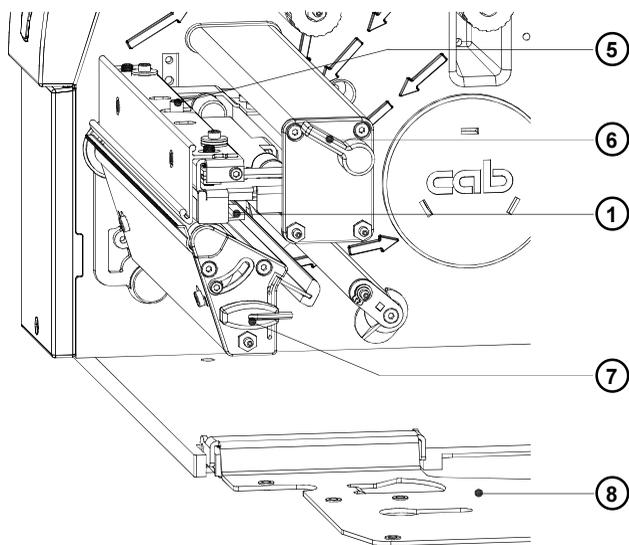

Bild D-2 Austausch des Druckkopfes (I)
1. Schwenken Sie den Hebel (6) im Uhrzeigersinn bis zum Anschlag und klappen Sie die Stütze (8) in die im Bild D-2 ersichtliche Stellung. Entnehmen Sie das Material aus dem Drucker.
2. Schwenken Sie den Hebel (6) zurück in die im Bild D-2 gezeigte Stellung. In dieser Stellung ist die Druckkopfbaugruppe entriegelt, liegt aber auf der Druckwalze auf.
3. Lösen Sie mit dem Sechskantschlüssel (7) die Feststellschraube (5) für den Druckkopf.
4. Schwenken Sie den Hebel (6) im Uhrzeigersinn bis zum Anschlag und heben Sie dadurch die Druckkopfbaugruppe an.
5. Ziehen Sie den Druckkopf (1) von den Stiften (12) in der Druckkopfhalterung ab.
6. Lösen Sie den Druckkopf (1) von den Steckverbindern der beiden Druckkopfkabel (10,11).
8. Setzen Sie den Druckkopf mit den Bohrungen (9) auf die Stifte (12) auf.
9. Ziehen Sie die Feststellschraube (5) leicht an. Überprüfen Sie, dass der Druckkopf vollflächig an der Druckkopfhalterung anliegt.
10. Schwenken Sie den Hebel (6) erneut in die im Bild D-2 gezeigte Stellung.
11. Ziehen Sie die Feststellschraube (5) vollständig an, ohne die Schraube zu überdrehen.